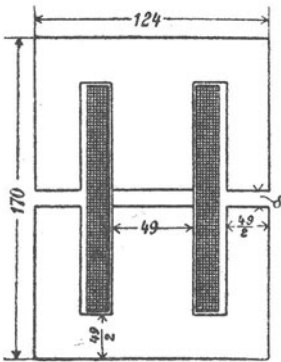

Fig. 134.
271. Die Drosselpule der Aufgabe 258 besteht aus einem aus Blechen zusammengesetzten Eisenkern mit den in Fig. 134 angegebenen Dimensionen. Die Abmessung senkrecht zur Papierebene beträgt 49 mm. Der Kern ist mit 400 [300] (200) Windungen bedeckt. Gesucht wird: